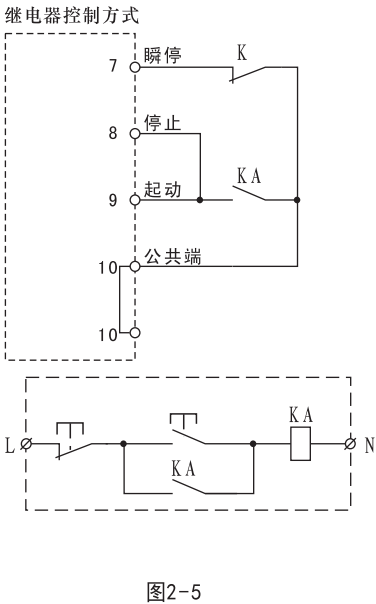
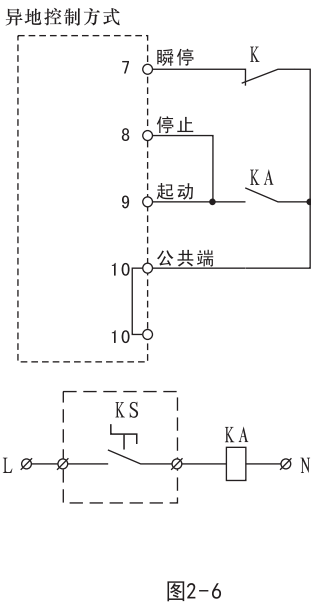

图2-5
图2-6
- ① 用外部端子控制软起动器起动和停止功能时，请将代码FB控制方式设置为外控有效。
- ② 如需异地控制要求时，建议使用(二线)控制方式，见图2-5图2-6
- ③ 接点信号输入端子和公共端子一般是闭合/断开（ON/OFF）动作，软起动器、电动机和配线等会产生干扰，因此布线短一些（20m以下）电缆请使用屏蔽线。
- ④ 控制端子的配线务必尽量远离主电路的配线，否则可能会由于干扰而造成错误动作。